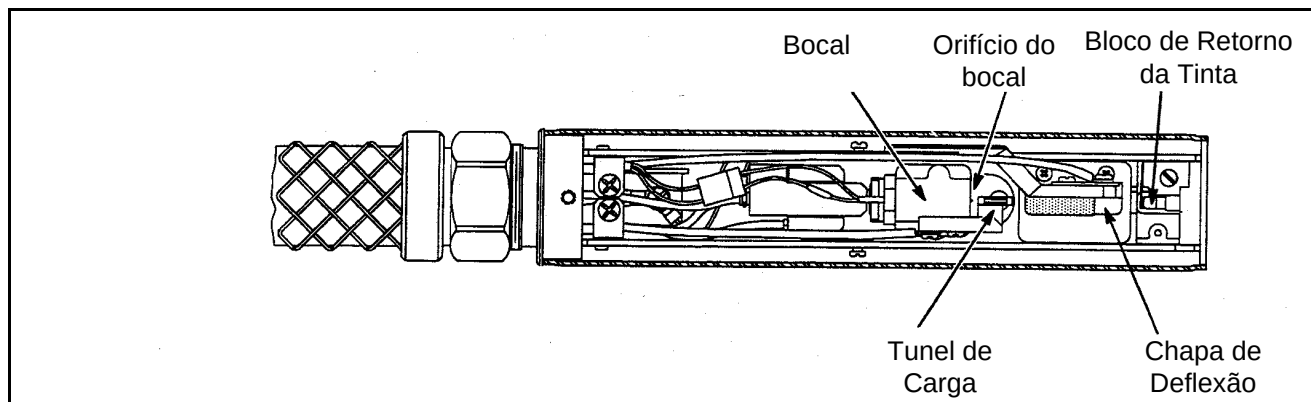

Figura 6-6. Identificação dos Componentes do Cabeçote
5. Visualmente, inspecione o jogo do cabeçote. Verifique se há partículas alheias ou tinta que geralmente se acumula no orifício do bocal (localizado na ponta do bocal), o tunel de carga, a chapa de deflexão e o retorno da tinta. Refira à Figura 6-6, para a localização de cada componente.